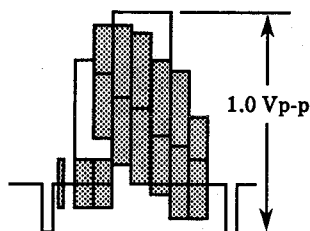

图 5-7
5. 检查这时的输出信号幅值是否符合图5-7所示的 $1.0V_{p-p}$ 的规定要求。